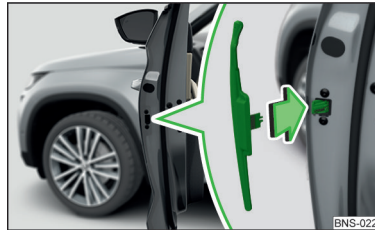

Abb. 55
- Eine neue Schutzleiste in die Nuten in Pfeilrichtung **einsetzen** » Abb. 55. ▶